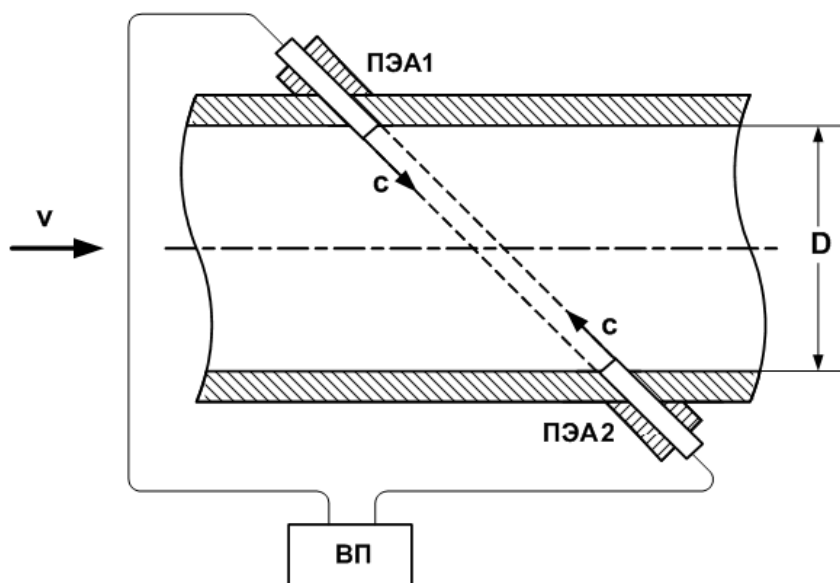

Рис.1. Схематичное изображение измерительного участка с установленными ПЭА.
- 1.5.1.2. Особенностью ультразвукового расходомера такого типа является попеременная подача электрических зондирующих импульсов, генерируемых ВП, на преобразователи ПЭА1 и ПЭА2 (рис.1).